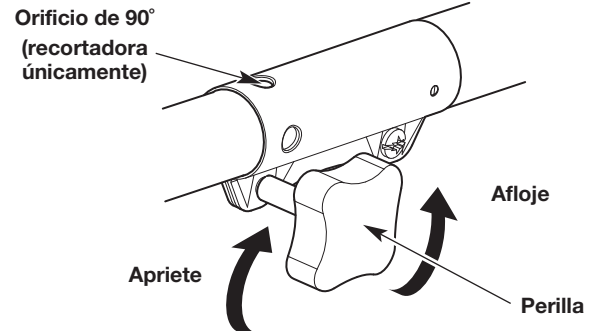

Fig. 8
3. Gire la perilla en el sentido contrario a las agujas del reloj para aflojar el acoplador (Fig. 8).
6. Gire la perilla en el sentido de las agujas del reloj para apretar el acoplador (Fig. 8).
NOTA: Para un reborde decorativo con un accesorio de recorte, trabaje el botón de liberación en el orificio de 90° (Fig. 8).
2. Gire la perilla en el sentido contrario a las agujas del reloj para aflojar el acoplador (Fig. 8).